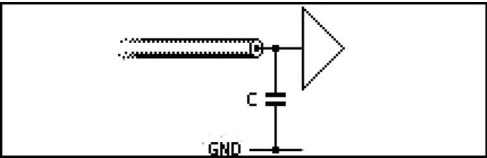

图 7-36 地端并联电容的终止模式
- **Parallel C to GND:** 地端并联电容，如图 7-36 所示。在接收输入端对地并联电容可以减少信号噪声。这种方式的缺点在于波形的上升和下降沿可能变得太过平坦，增加了上升和下降时间。